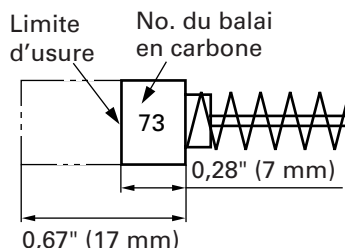

Fig. 10
3. Contrôle des balais en carbone (Fig. 10)
REMARQUE: Utiliser le balai en carbone HITACHI No. 73 indiqué sur la Fig. 10.